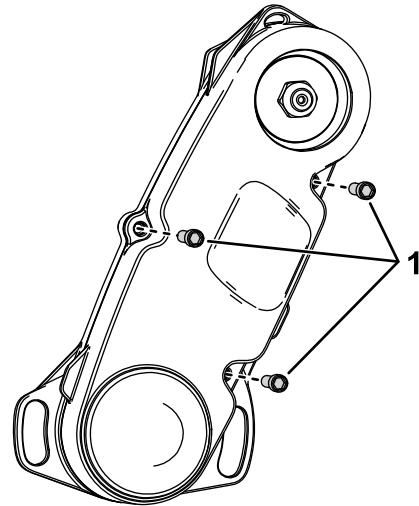

Figura 6
2. Retire los 3 pernos que fijan la cubierta al conjunto de transmisión del molinete y retire la cubierta de la transmisión del molinete (Figura 6).
7. Instale la cubierta en el conjunto de transmisión del molinete con los pernos que retiró en el paso 2; consulte la Figura 6.